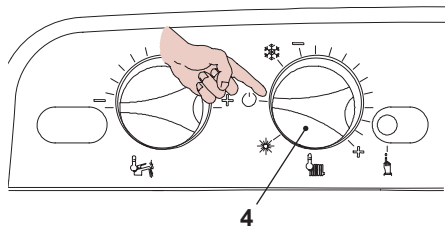

Fig. 8.13
- Per uscire dalla programmazione posizionare il selettore di funzione 4 in "☉" (Fig. 8.13), oppure togliere alimentazione elettrica alla caldaia.